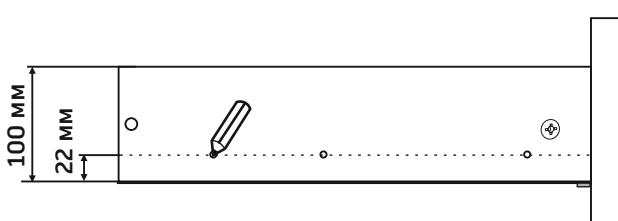
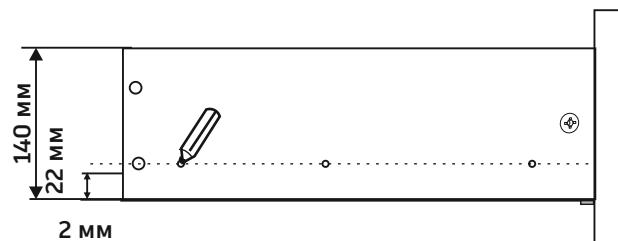

Рис.11
Рис.11.1
1. **Провести** линию карандашом на боковых стенках ящиков (левых - п.15 (3 шт.) и правых - п.16 (3 шт.) и 19 (1 шт.)), совмещая существующие наколки. При этом, расстояние от нижней кромки боковых стенок ящиков до линии должно быть одинаковым (см. рис.11 и рис.11.1)